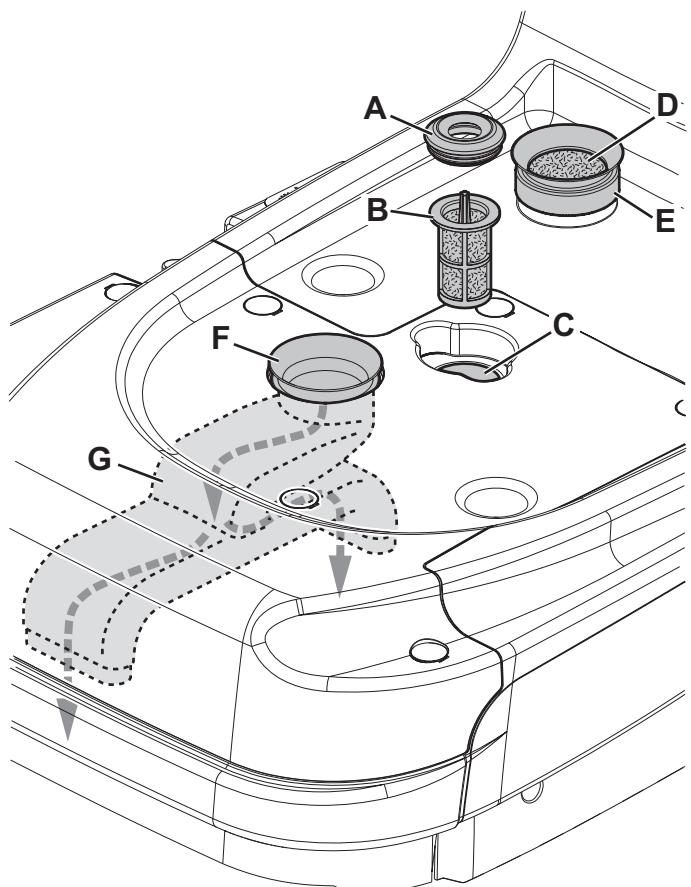

Abbildung 12
- Das Tankfach (13) mithilfe des Griffes (15) aus dem Gerätgehäuse ziehen.
- Den Gummidichtung (A, Abb. 12) abnehmen, dann das Filtersieb (B) herausnehmen.
- Reinigen und in den Sitz (C) einstecken.
- Luftfilter (D) abnehmen und reinigen.
- Den Filter wieder in den Dichtungssitz (E) einsetzen.